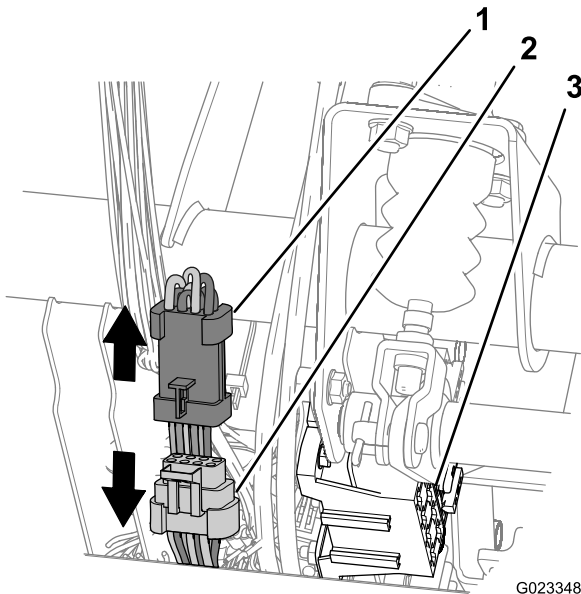

Figure 21
1. À l'avant de la machine et à côté du porte-fusibles, localisez les connecteurs à 8 broches et 8 douilles pour les faisceaux avant et arrière de la machine (Figure 21).
2. Débranchez les connecteurs à 8 broches et 8 douilles des faisceaux avant et arrière (Figure 21).